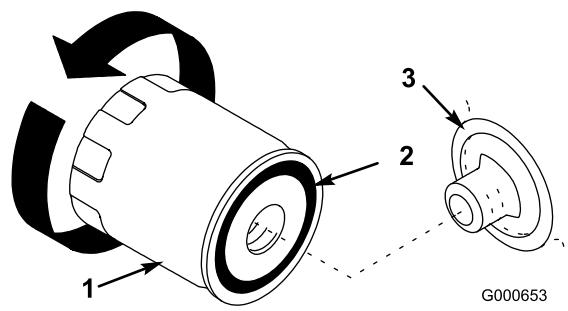

Рисунок 30
8. Снимите старый фильтр и протрите поверхность прокладки переходника фильтра (Рисунок 30).
9. Нанесите тонкий слой свежего масла на резиновую прокладку нового фильтра (Рисунок 30).
фильтр по часовой стрелке до контакта резиновой прокладки с переходником фильтра, после этого затяните фильтр, повернув его еще на пол-оборота (Рисунок 30).